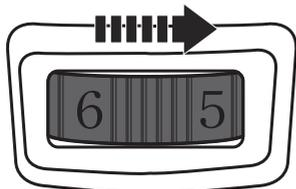

Fig. 14
- > Tournez la molette de vitesse [1] vers la droite (comme indiqué ci-dessous) pour augmenter la vitesse (Fig. 14). Pour une finition parfaite, poncez avec du papier à poncer fin à une vitesse plus élevée.